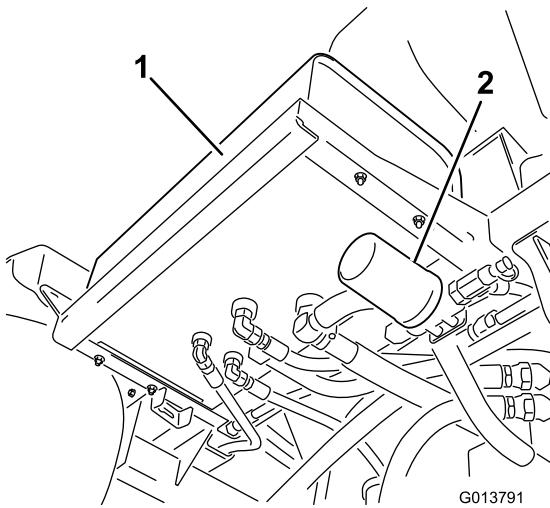
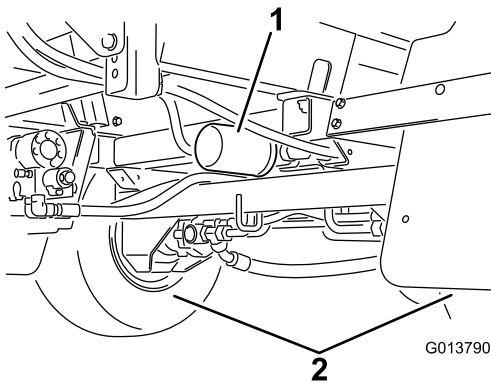

図 109
図 110
2. 車体についている2つの油圧フィルタを両方とも取り外す 図 109と 図 110。